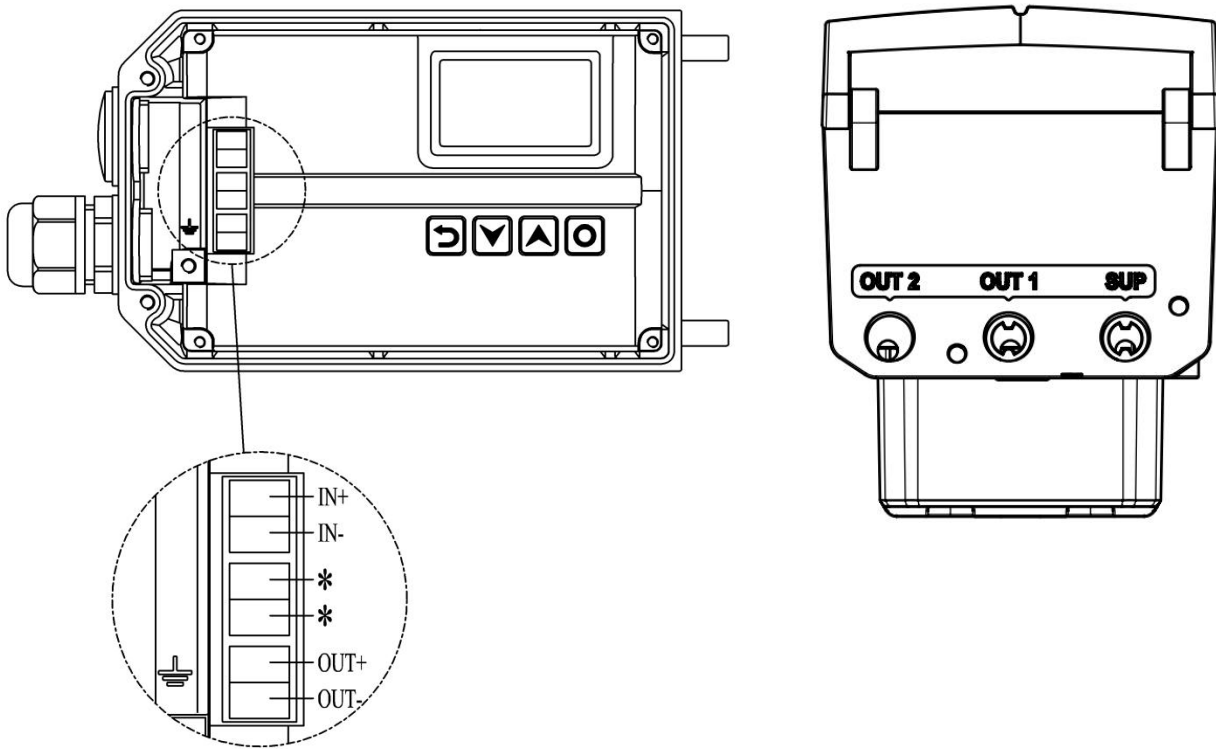

图 1. 接口说明
- 如果输入信号有衰减，而用户不需要 HART 通信功能，可以尝试将定位器设置成低阻抗模式。将图 1 所示的 2 个 * 标记的未定义电气接口通过 1 根导线相互连接，使定位器处于低阻抗模式。